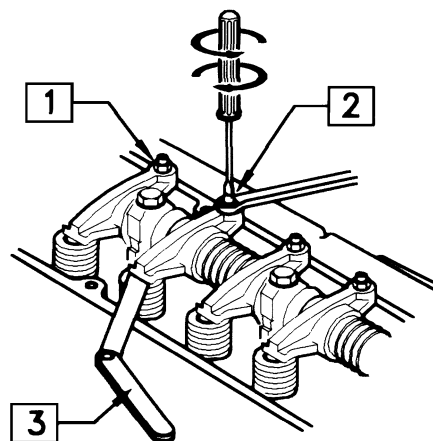

Fig. 7.2
Verwijder het kleppendeksel. Draai de moer (1) los en terwijl de stelschroef (2) gedraaid wordt, klebspeling instellen met een voelermaat (3) (Fig. 7.2).